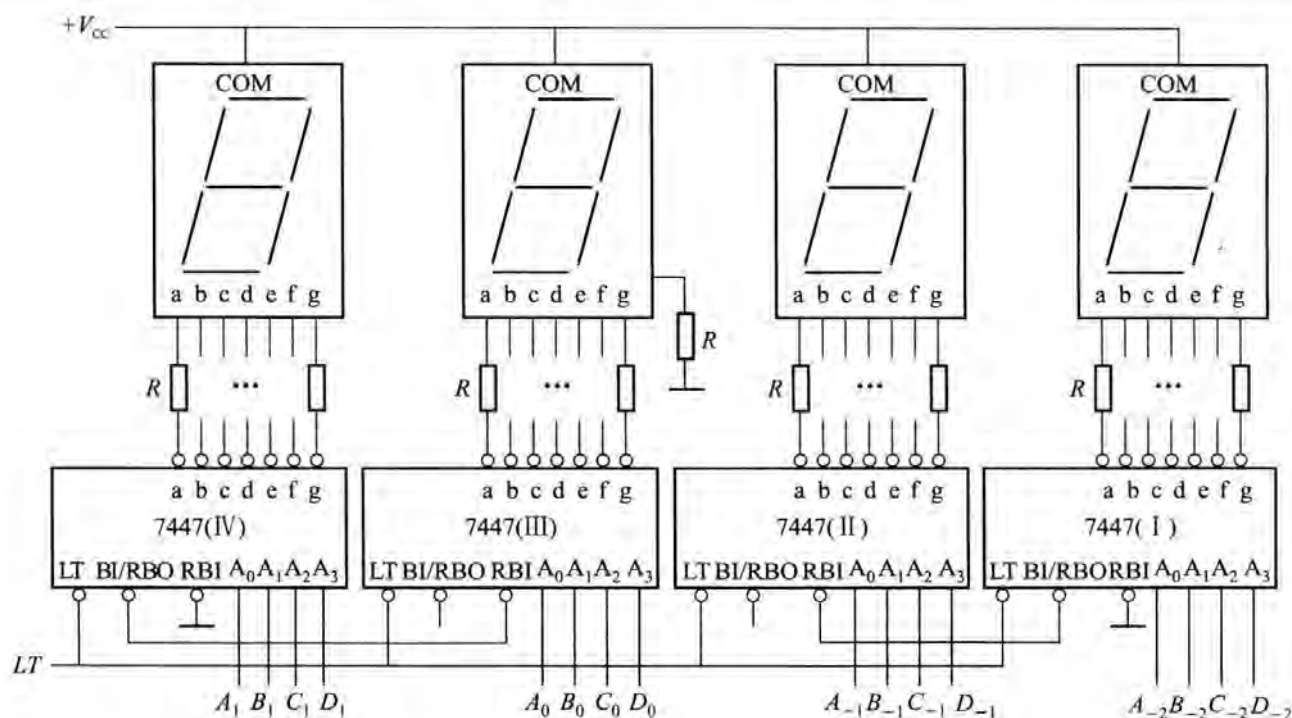

图 3.3.7 例 3.7 题图
【例 3.7】 图 3.3.7 的电路中的各 BCD - 七段译码器 7447 的输入信号 $DCBA$ 是 8421 BCD 码,试分析该电路实现的逻辑功能。
本题电路显然是 4 位 BCD 码显示电路。它有 2 位整数和 2 位小数位。由图 3.3.7 可见,小数点左边,高位的灭零输出 $\overline{RBO}$ 输出接到低位的灭零输入 RBI 端,最高位的 RBI 接地;小数位对应的 7447(I) 的 $\overline{RBO}$ 输出接到高位的灭零输入 RBI 端,最低位的 RBI 接地。这样的连接可以熄灭不需要显示的零。